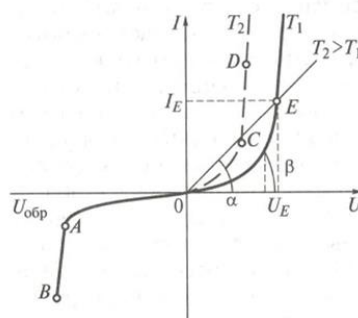

Рис. 8
**Вопрос 15.** На вольтамперной характеристике (рис. 8) выберите участок, соответствующий режиму работы стабилитрона.